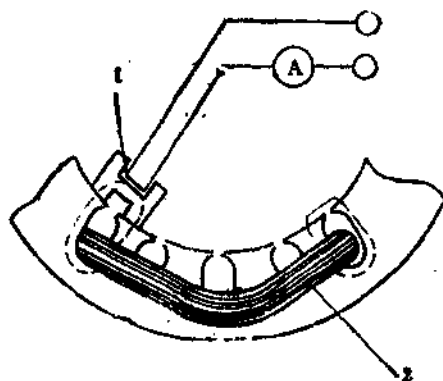

图1-14 短路侦察器及其检查方法
8. 短路侦察器 短路侦察器又称短路检查器，也是利用变压器原理来检查电机定子绕组匝间短路的。它具有一个不闭合开口铁芯，铁芯上绕有线圈，如图1-14所示。使用时，线圈中通入交流电，将短路侦察器放在被测电机定子铁芯的槽口。这时侦察器的铁芯与被测电机的定子铁芯构成闭合磁路，组成一只变压器。侦察器的线圈相当于变压器的一次侧绕组，电机定子槽内绕组相当于变压器的二次侧绕组。当被测绕组没有匝间短路，则相当于变压器二次侧开路，电流表读数很小；当被测绕组匝间短路，电流表读数将会明显增大。用这种方法把短路侦察器沿着电机的定子铁芯内圆逐槽侦查，便可查出